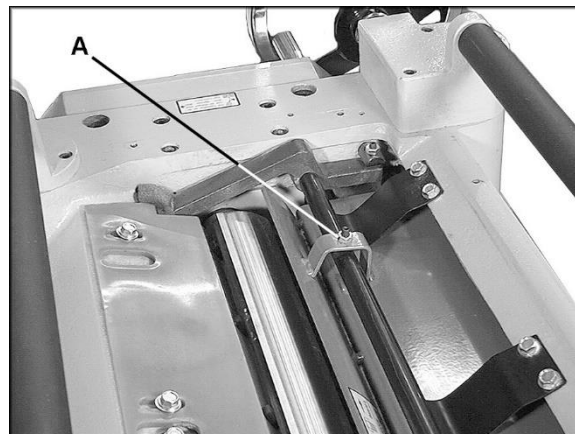

Рис. 24
- Ослабьте стопорные гайки (А, см. Рис. 24) с двух сторон стружколомателя и прокрутите установочные винты, чтобы поднять или опустить стружколоматель. Установочные винты следует
- Когда стружколоматель коснется мерного блока, затяните обе стопорные гайки (А, см. Рис. 24).